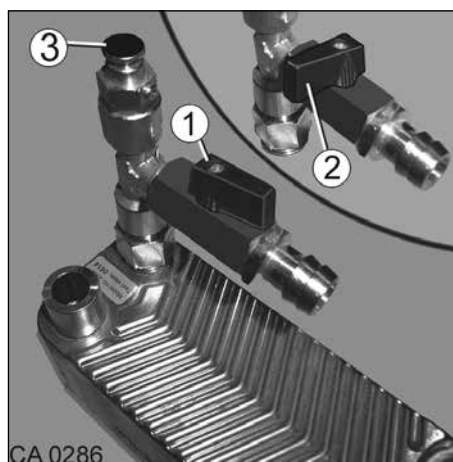

Fig. 146 Échangeur thermique
1. Ouvrir la soupape de purge lentement au moyen de la vis de purge (Fig. 146, pos. 3) et la laisser ouverte jusqu'à ce que plus d'air n'en sorte.